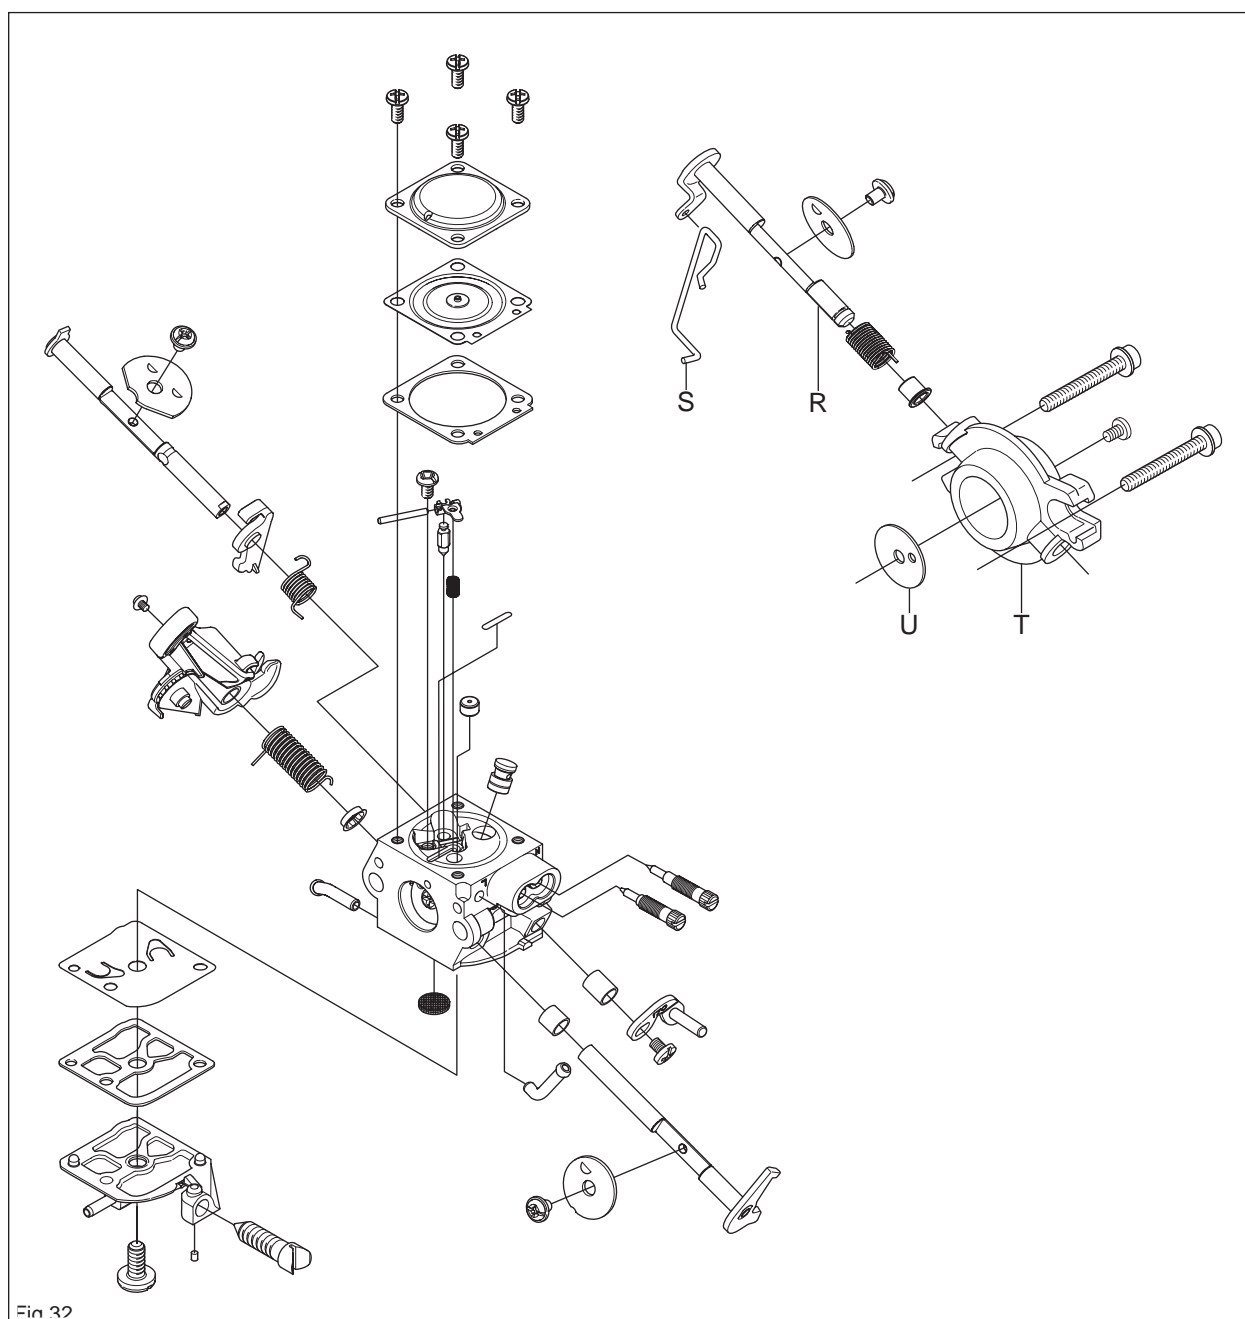

Fig 32
8. Monter la soupape d'étranglement (U) sur l'arbre (R). Monter le levier (S) sur l'arbre (R) parallèlement à la soupape d'étranglement ordinaire. Le corps de soupape (T) est attachée par deux vis à la bride d'air (voir la figure 32).